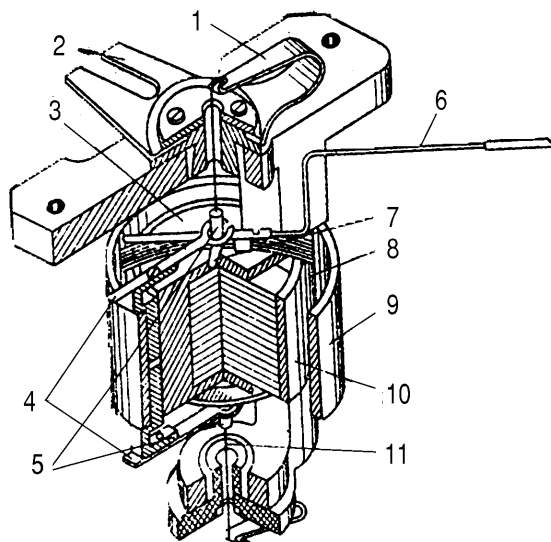

рис.3
Наиболее распространен магнитоэлектрический измерительный механизм на растяжках (11) (рис.3). Эти растяжки служат для крепления рамки к корпусу механизма. Они создают противодействующий момент для рамки, и через них подводится ток к виткам рамки. Растяжки изготавливаются из бронзы в виде тонких ленточных пружин.